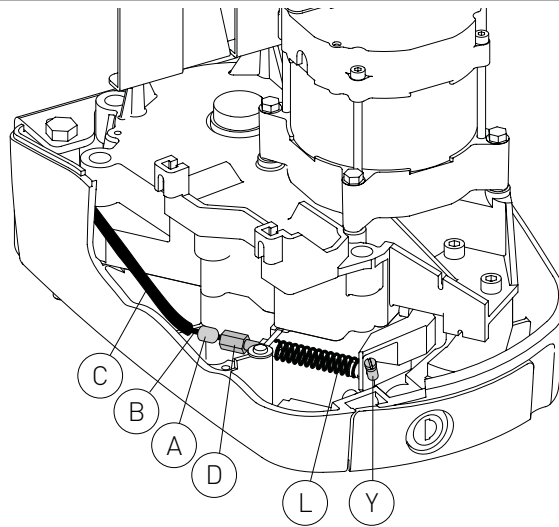

Fig. 7
6. Installazione DEB04 con FACIL (fig.7)
6. Install DEB04 with FACIL (fig.7)
6. Installation DEB04 avec FACIL (fig.7)